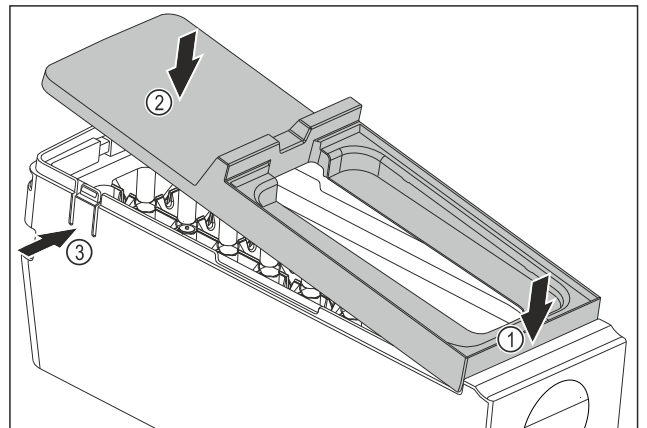

Fig. 80
- ▶ 安装 EasyTwist-Ice 机身的盖板：放置盖板前部。 Fig. 80 (1)
- ▶ 降下盖板后部。 Fig. 80 (2)
- ▷ 盖板卡入到两个接片 Fig. 80 (3) 中，可以听见声音。